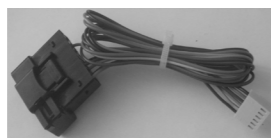

Рис. 2 Жгут для подключения БК
4.1 Подключите колодку OBD II из жгута для подключения (рис.2) к диагностическому разъему OBD II вашего автомобиля. Диагностический разъем OBD II автомобиля располагается слева под рулем вашего автомобиля. Соедините колодку жгута OBD II с диагностическим разъемом вашего автомобиля.
3.1 Подключите колодку OBD II из жгута для подключения (рис.2) к диагностическому разъему OBD II вашего автомобиля. Диагностический разъем OBD II автомобиля располагается слева под рулем вашего автомобиля. Соедините колодку жгута OBD II с диагностическим разъемом вашего автомобиля.